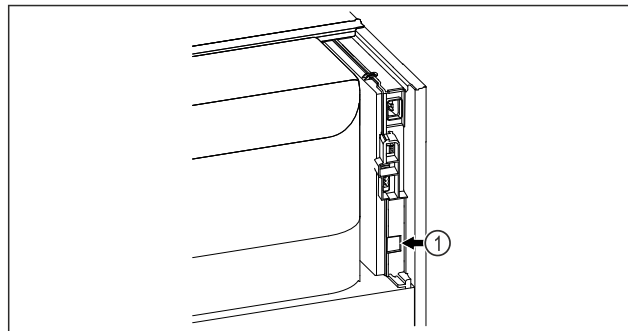

Fig. 92
- SmartModule Fig. 92 (1) установлен.